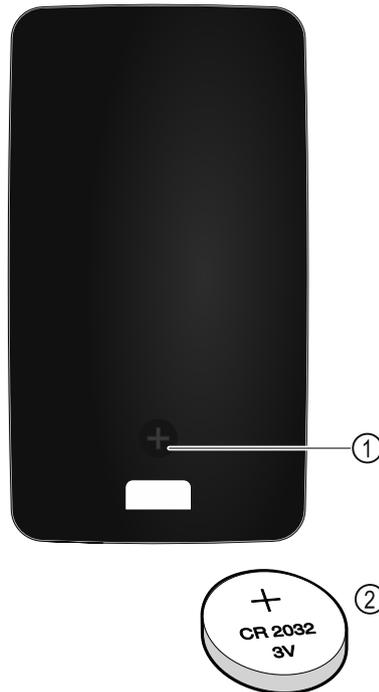

Fig. 223
Die Stromversorgung der Fernsteuerung erfolgt über eine Batterie des Typs CR 2032 mit 3V Fig. 223 (2), welche im Fachhandel erhältlich ist.
- ▶ Schraube Fig. 223 (1) auf Rückseite der Fernbedienung herausdrehen.